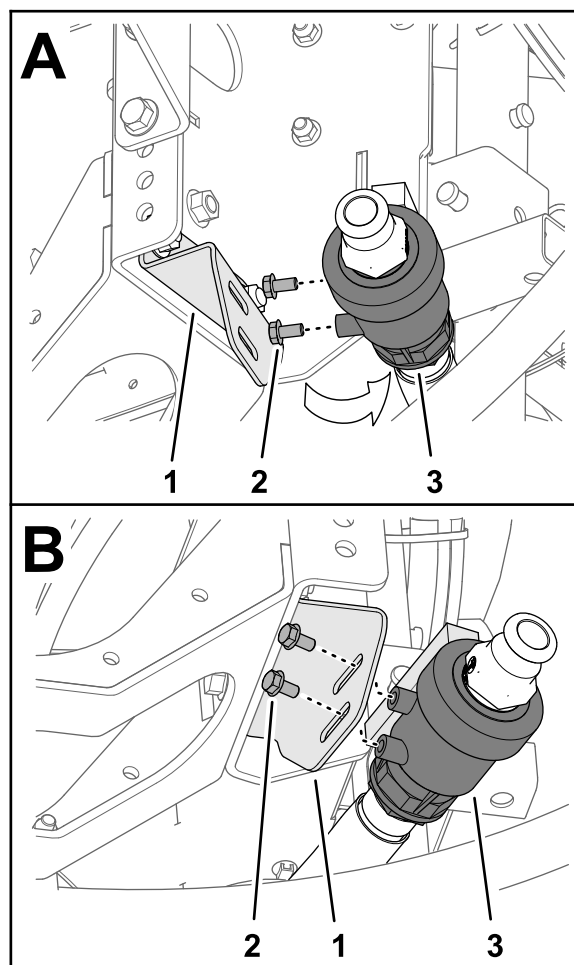

図 14
3. ドレンバルブのケースから、フランジヘッドボルト 5/16 x 5/8" 2本を外す 図 14。